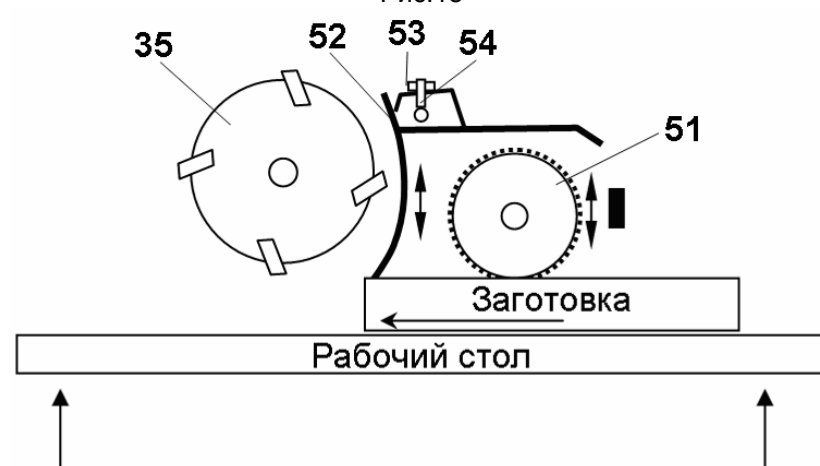
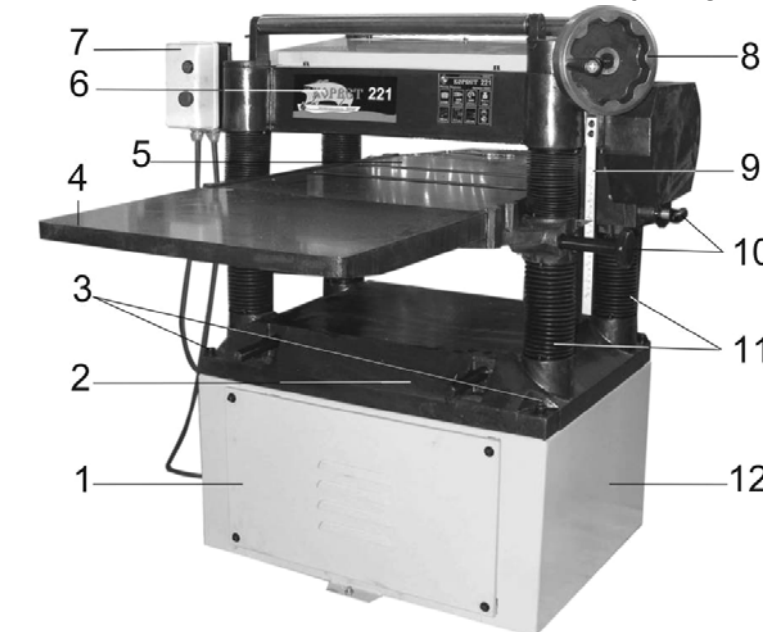

Рис.19
Рис. 2
- ослабить положение двух гаек (53);
- регулировочными винтами (54) установить положение стружколома (52). Расстояние между рабочим столом и стружколомом (52) не должно быть меньше, чем высота заготовки минус 3мм.
Для уменьшения нагрузки оператора при ручной подаче заготовки к подающему ролику (51) с максимальной глубиной строгания, Рис.19:
- установите заготовку на рабочий стол, опустите (поднимите) рабочий стол так, чтобы максимально толстая часть заготовки с минимальным зазором проходила между рабочим столом и блоком строгального вала (35), запомните показание шкалы (9);
- продвиньте конец заготовки под стружколом (52), не доходя до ножей строгального вала (35);
- поднимайте рабочий стол до ранее определённого показания по шкале (9), Рис.2. При этом, обязательно контролируйте положение заготовки относительно строгального вала – заготовка не должна касаться ножей строгального вала;
8.1. Установка станка (Рис.2)
8.2.1. Установите и закрепите ручку (15) на маховике (8), как показано на Рис.2,3.
9. МАГНИТНЫЙ ПУСКАТЕЛЬ (Рис.2)